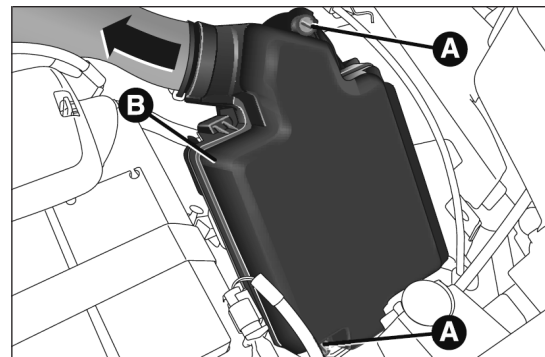

fig. 202
- dévisser les deux vis A fig. 202 ;